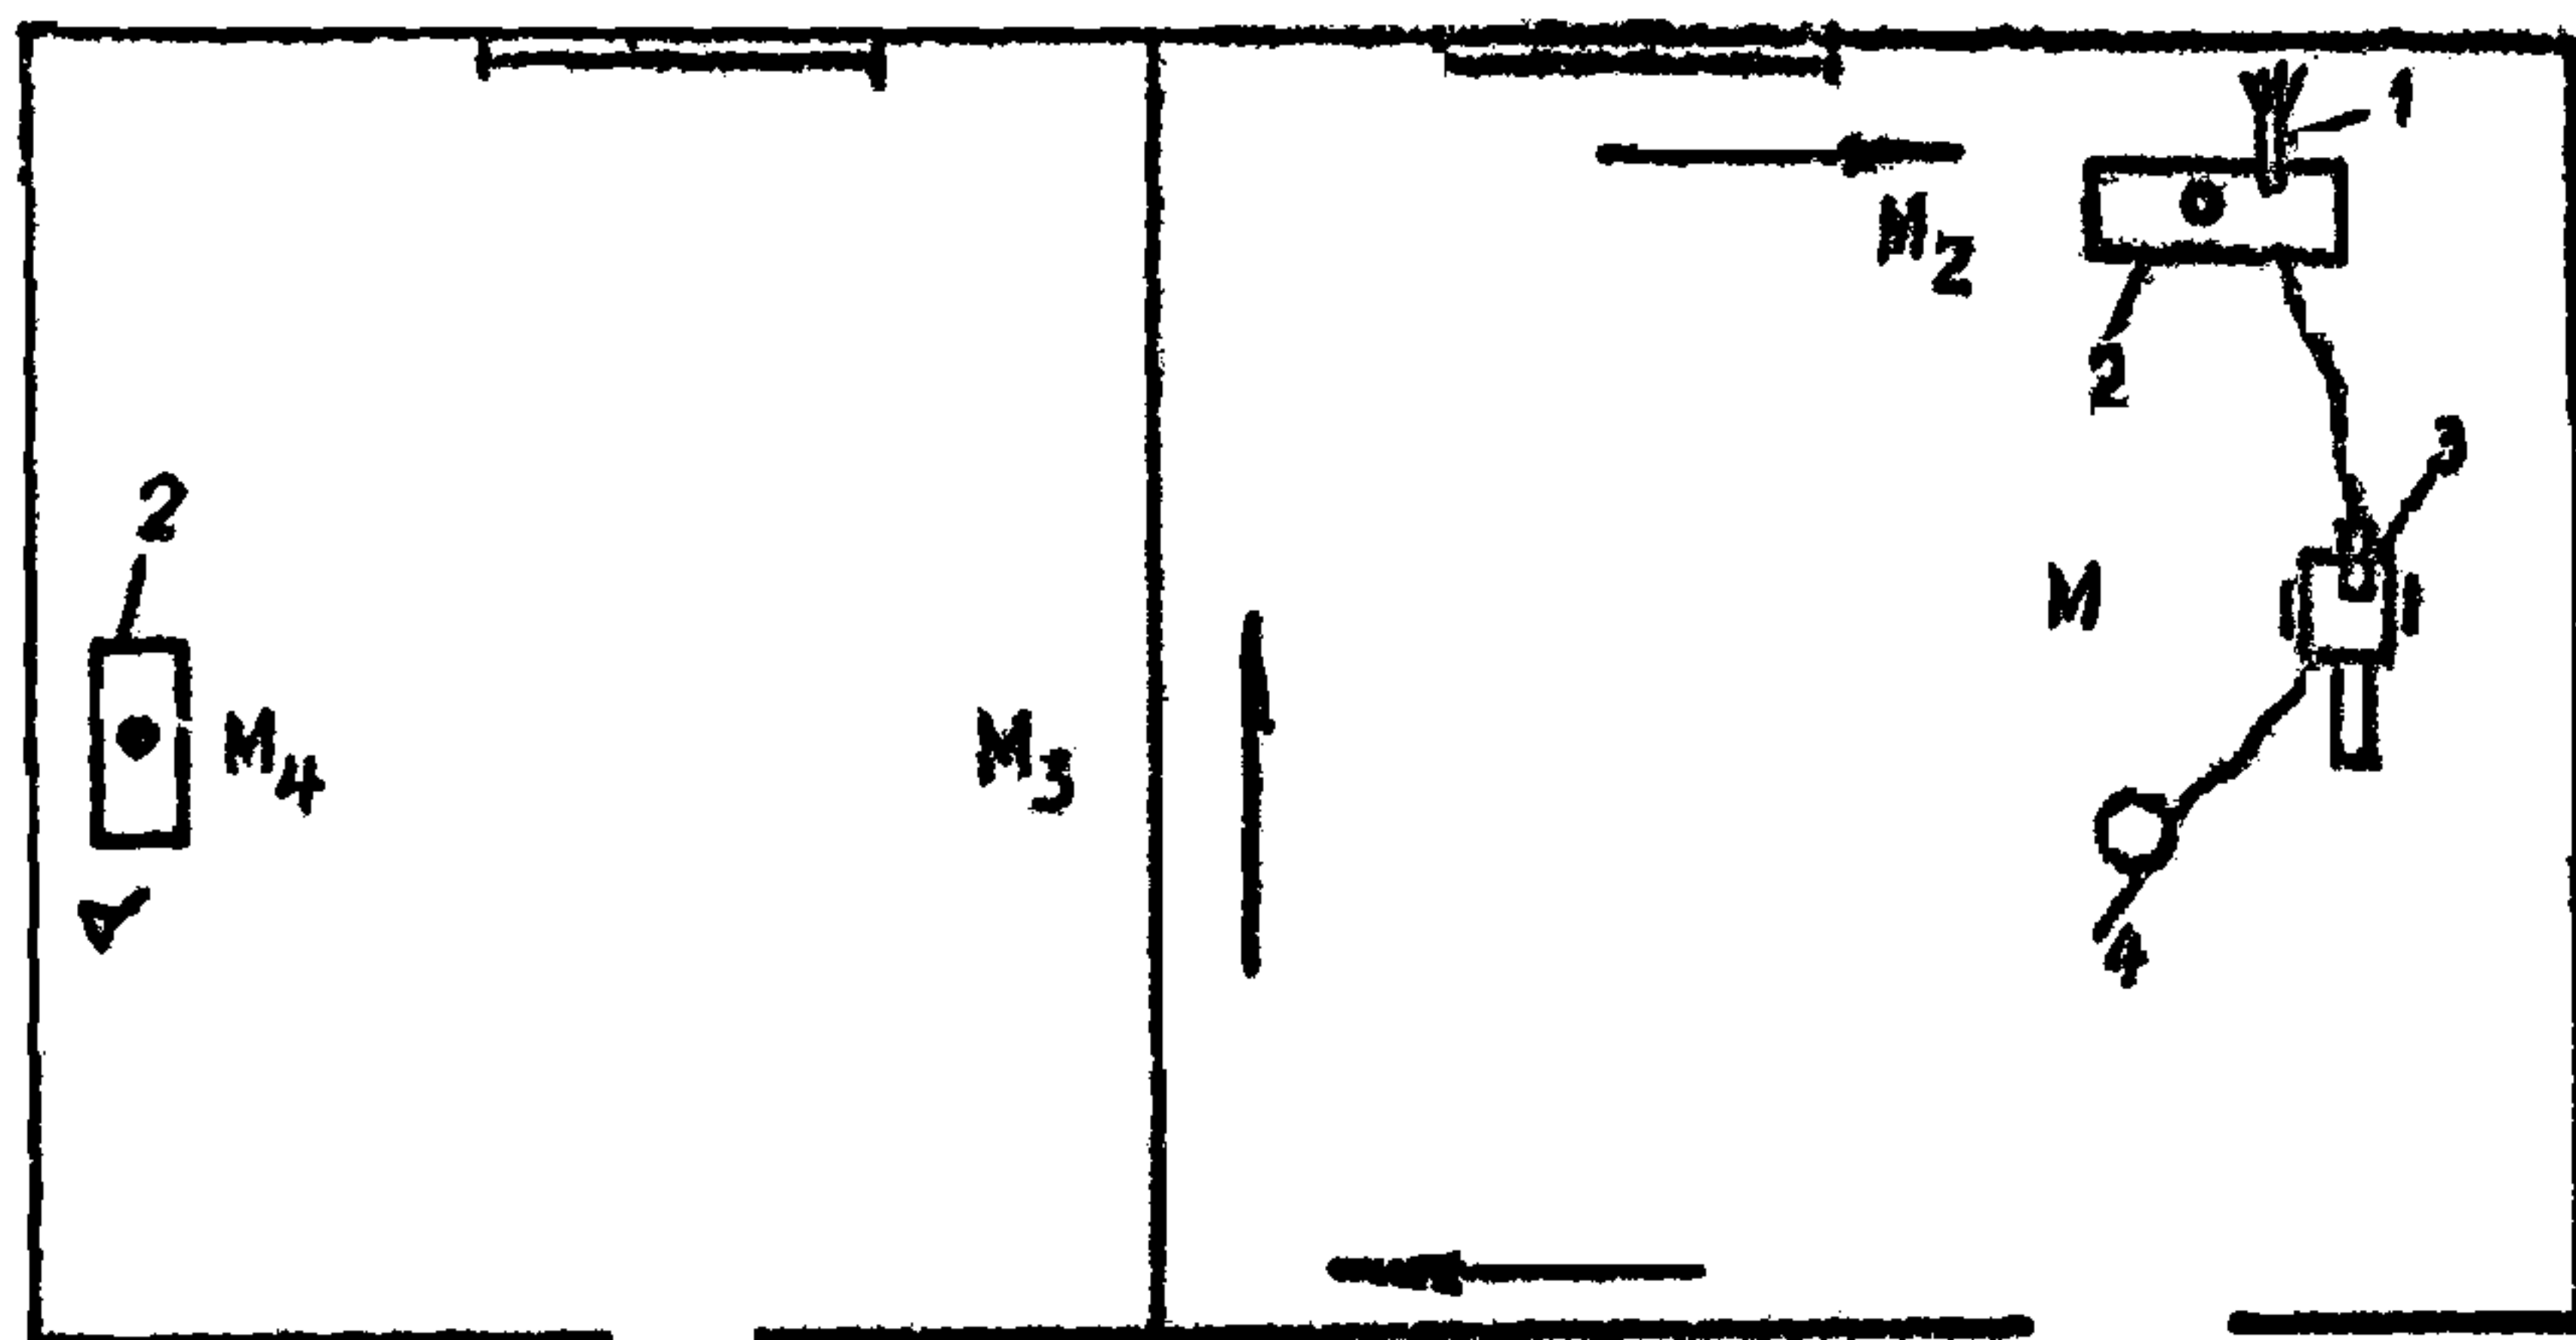

Рис. 7. Организация рабочего места звена
2.23. На рис. 7 показана организация рабочего места при окраске внутренних поверхностей строительных конструкций. Машинист M управляет работой агрегата безвоздушного распыления, производит дозаправку расходной емкости окрасочными составами, перемещает агрегат по фронту работ. Маляр-оператор M_2 с помощью пистолета-распылителя наносит окрашивающий состав на поверхность стоя на полу на универсальных сборно-разборных подмостях.